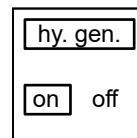

Fig. 73: Displayaanzicht hydrogeneratie
- Hydrogeneratie moet onder "**Fig. 73: Displayaanzicht hydrogeneratie**" geactiveerd zijn.